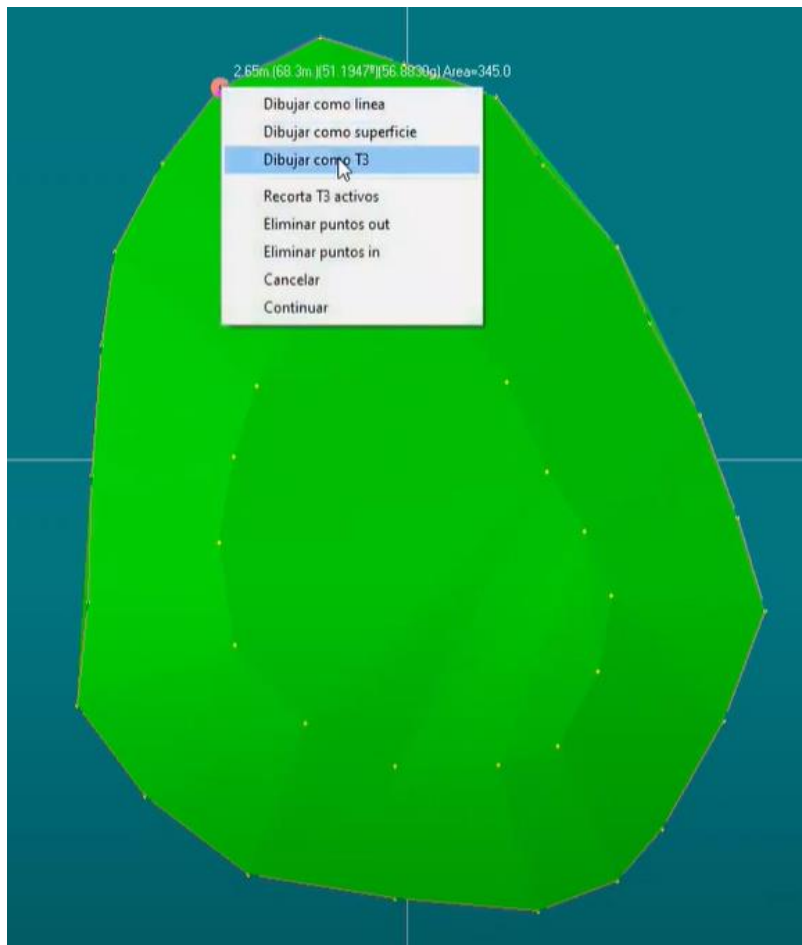

Figura 430. Dibujar como T3.
63. Dar clic en orden y en secuencia de las manecillas del reloj sobre todos los vértices exteriores. Al cerrar la poligonal aparecerá un menú de opciones, seleccionar “Dibujar como T3”. Figura 430.